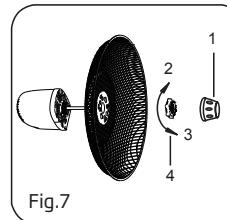

Fig.7
- Desenrosque el tope giratorio en el sentido de las agujas del reloj (o saque el tope de la bolsa) y la tuerca de plástico en el sentido contrario de las agujas del reloj para retirar ambas piezas. Ajuste la rejilla posterior al motor y luego enrosque la tuerca de plástico de nuevo (Fig.7).